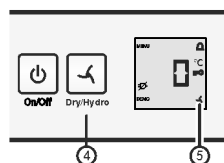

Fig. 3
► Impostare **hydro**: premere il tasto dry/hydro Fig. 3 (4) finché non si visualizza il simbolo . Rilasciare il tasto.
► Il simbolo dry/hydro Fig. 3 (5) si illumina.
► Impostare **dry**: premere il tasto dry/hydro Fig. 3 (4) finché non si spegne il simbolo . Rilasciare il tasto.